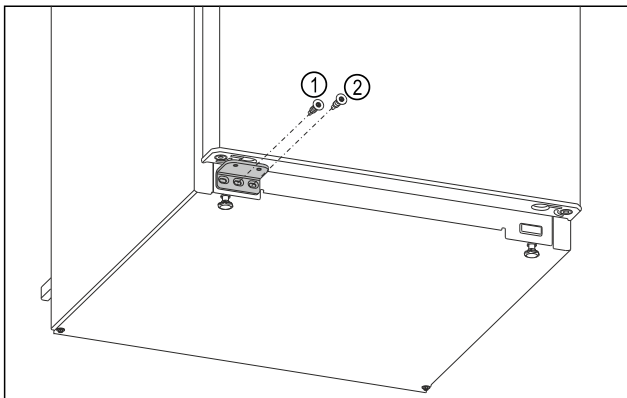

Fig. 23
- Mittlere Schraube des Lagerbocks Fig. 23 (1) mit Schraubendreher Torx 20 festschrauben.
- Innere Schraube des Lagerbocks Fig. 23 (2) mit Schraubendreher Torx 20 festschrauben.